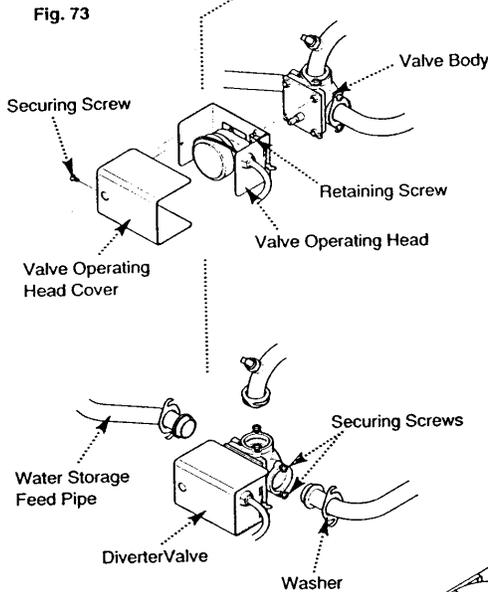

Fig. 73
11.15 Diverter Valve- Head Only (Fig. 73)